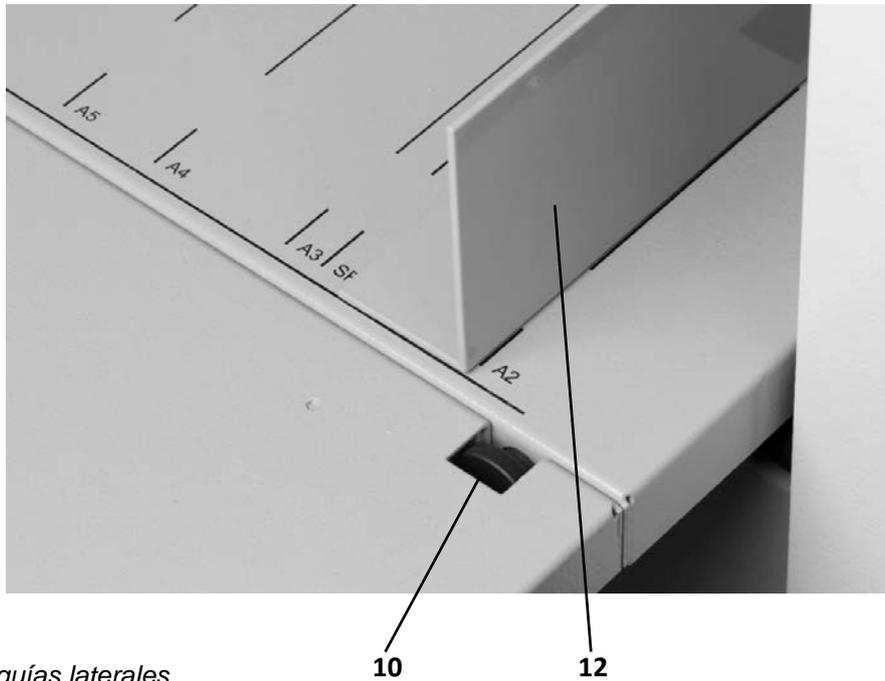

Fig. 7: Ajuste de las guías laterales
Por medio del tornillo de giro de las guías laterales (10) ajusten las guías laterales (12) de manera que sean perpendiculares a la herramienta. Las guías laterales se encuentran en la posición inicial (perpendiculares a la herramienta) cuando el borde trasero de la guía lateral derecha coincide con la raya en la bandeja de alimentación (Fig. 7).
Nota: Se recomienda ajustar la perpendicularidad de las guías laterales en la posición mostrada en la Fig. 7. Además de la raya paralela con las herramientas ayudará a determinar la posición correcta de la guía lateral también la línea de la posición A2 (debe ser paralela a la guía lateral).